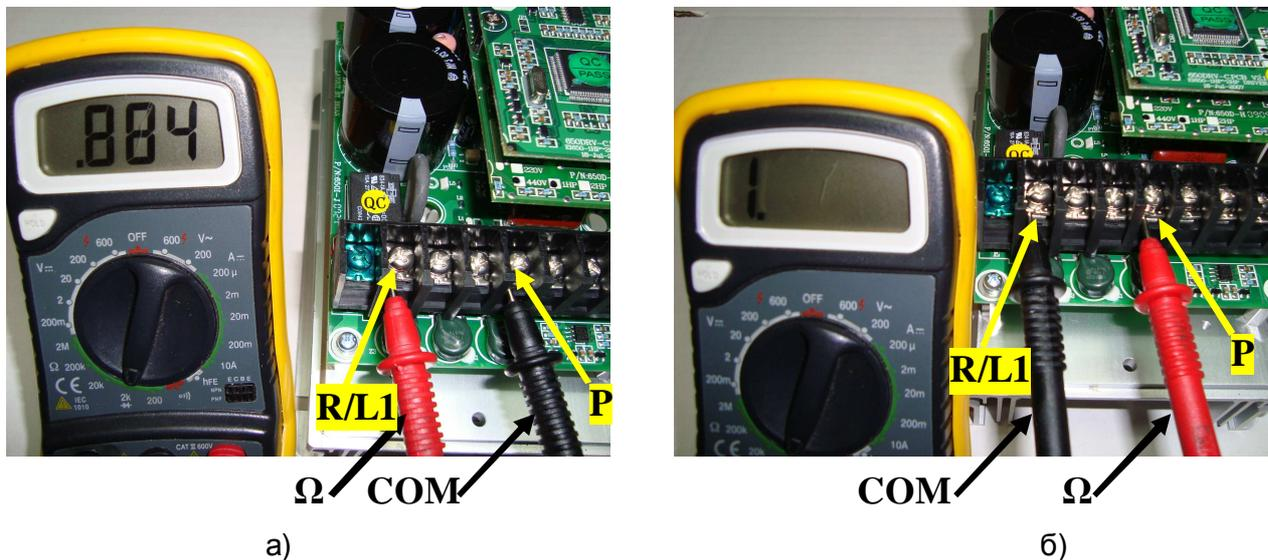

Рис.4.5 Проверка входных силовых цепей относительно клеммы R
- 4.6.3. Проверить цепь P-R/L1, как показано на рис. 4.5. При исправной матрице цепь «звонится» как диод (при прямой проводимости показания прибора 200.....1000, рис. 4.5.а, при обратной проводимости – «Обрыв цепи», рис. 4.5.б).